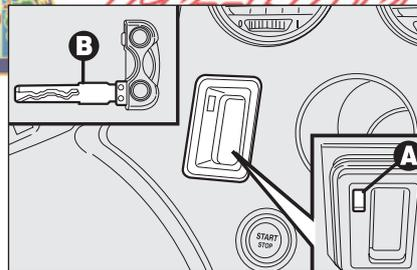

fig. 9
- inserire l'inserito metallico **B-fig. 9** della chiave elettronica nella fessura **A**;
**AVVERTENZA** Non introdurre nella fessura **A-fig. 9** oggetti diversi dall'inserito metallico **B** della chiave elettronica.